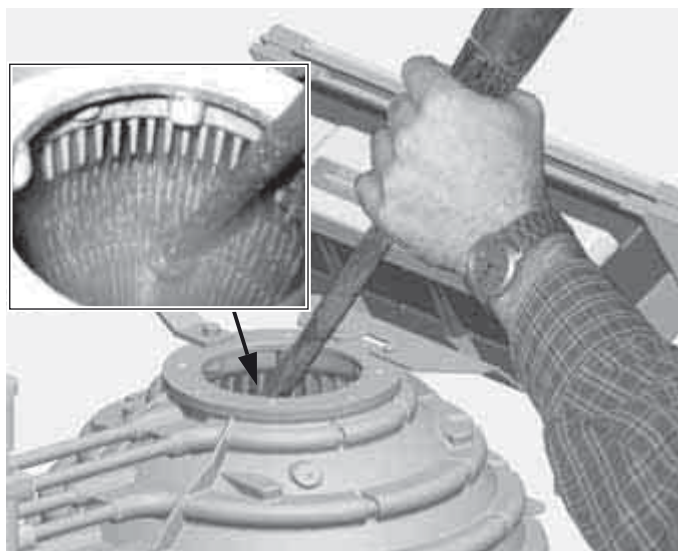

Figura 9-15 Pulizia della camera a combustione con pulitore ad alta pressione
- Pulire la camera di combustione senza con un pulitore ad alta pressione attraverso l'apertura della flangia (figura 9-15).